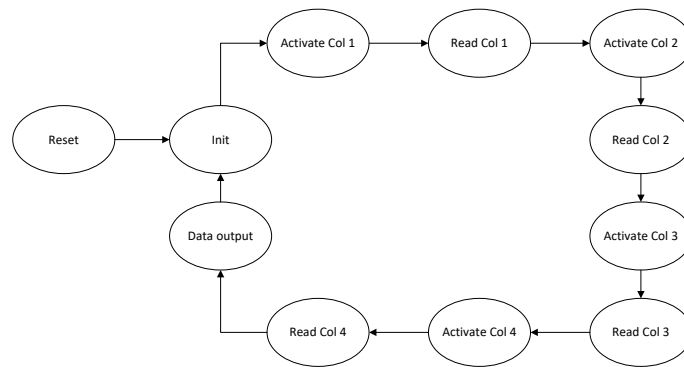

Abbildung 2: FSM to readout the keypad
- ▶ Implementieren Sie die in Abb. 2 dargestellte Finite State Machine (FSM) zum Einlesen der Keypad-Eingaben. Verwenden Sie intern ein Register mit einer Breite von 5 bit zum Speichern der Eingabe: Das Most Significant Bit (MSB) zeigt, ob eine Taste gedrückt ist, und die verbleibenden 4 bit sollen den hexadezimal codierte Wert der gedrückten Taste repräsentieren. Der resultierende Funktionsblock soll über zwei Ausgänge verfügen: ein Strobe-Signal, welches signalisiert, dass eine neue Taste gedrückt wurde und ein Value-Signal, welches den Wert der gedrückten Taste repräsentiert.